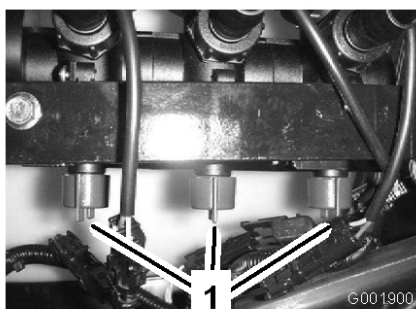

Figura 29
12. Regolate la valvola di bypass del braccio (Figura 29) sotto la valvola di comando del braccio che avete disattivato, finché il misuratore di pressione non mostra un valore identico a quello rilevato alla voce 9.